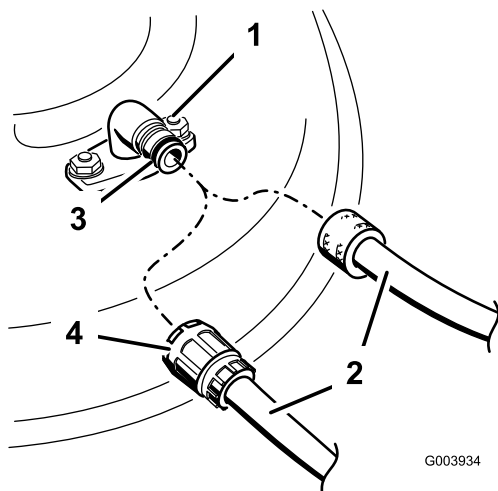

Figure 61
3. Vissez le raccord de lavage à l'embout de lavage du carter de tondeuse et ouvrez l'eau en grand (Figure 61).